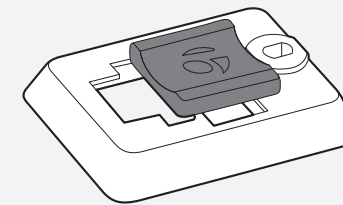

Abbildung 16: In Computersockel eingesetztes Polster.
1. Setzen Sie das Gummipolster mit Logo in die Rückseite des Computersockels ein (Abb. 16).